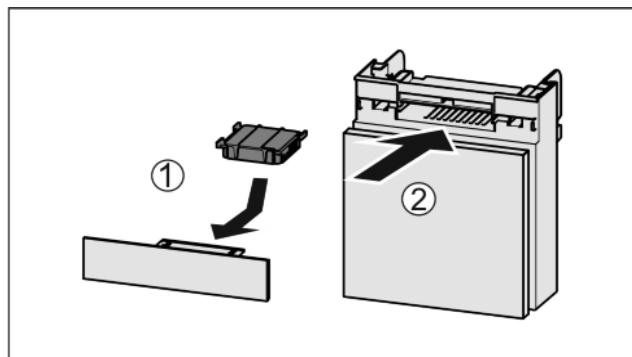

Fig. 34
- Установите фильтр с активированным углем, как показано на рисунке Fig. 34 (1).
- Вставьте отделение Fig. 34 (2).